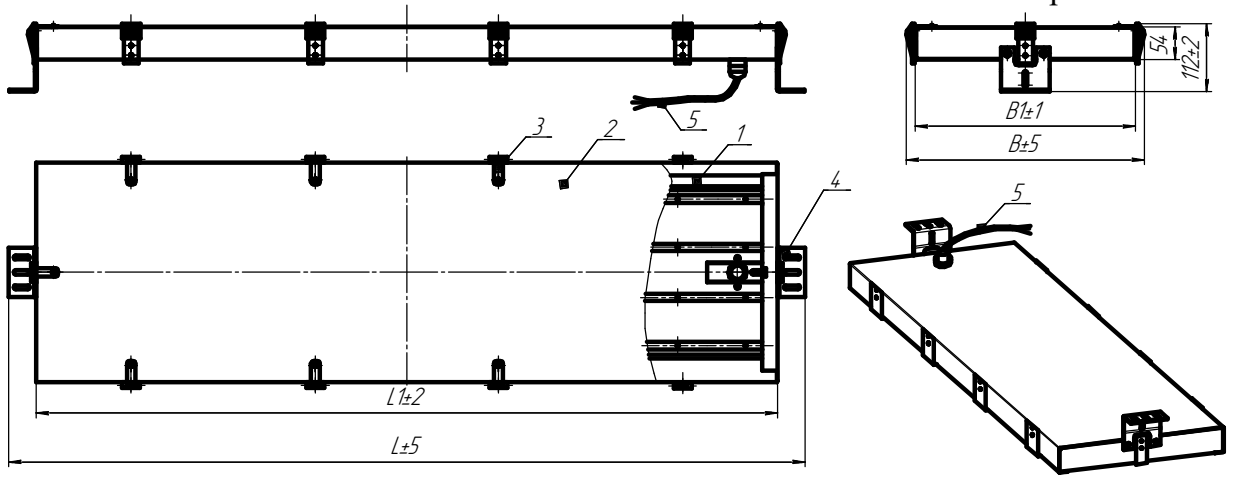
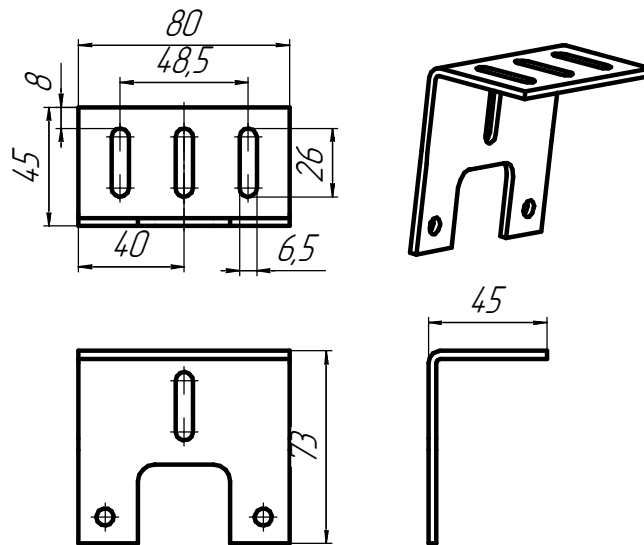

Рисунок 1
Рисунок 3. Скоба подвеса
4.1 Светильник состоит из корпуса в сборе (см. Приложение А, рис.1 поз.1), в котором выполнен монтаж электрической схемы светильника, стекла в сборе поз.2, соединенное с корпусом при помощи защелок (поз.3); скоб крепления 2 шт (поз.4, размеры см рис.3 ); сетевого кабеля для подключения к сети питания (поз.5),